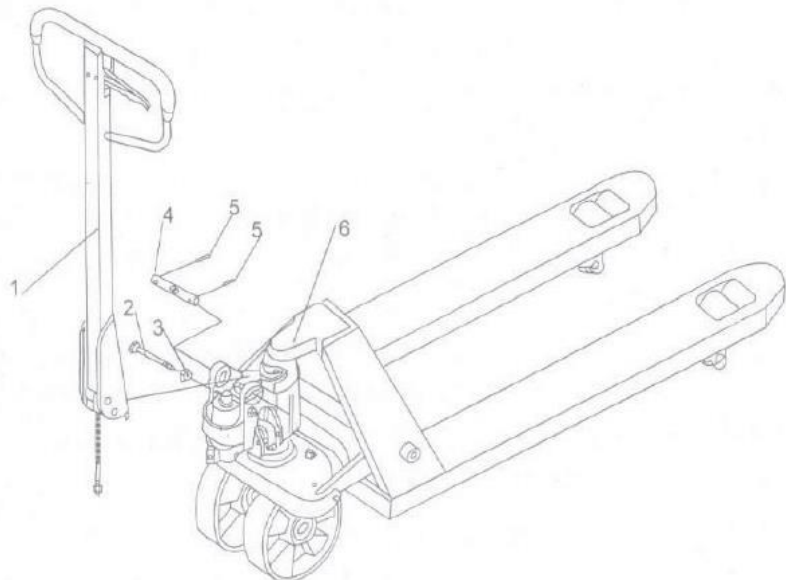

Fig. 2
- Appuyez sur le timon vers le bas ; retirez la goupille (2, Fig. 2).
- Placez le levier de commande de la poignée sur la position "Soulever", puis soulevez la plaque du levier à l'aide de la goupille (2, Fig. 2) et insérez le boulon de réglage dans la fente avant de la plaque du levier. Remarque: gardez l'écrou de réglage sous la plaque de levier.
- A l'aide d'un marteau, insérez la deuxième goupille (5, Fig. 2) dans le deuxième trou de l'axe. La barre d'attelage est maintenant assemblée à la pompe.